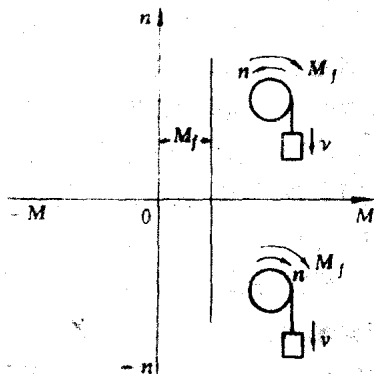

图 1-7 位转矩负载特性
2. 位转矩负载：这类负载所产生的转矩方向始终与运动方向无关，如起升机构的负载，无论上升( $n > 0$ )或下降( $n < 0$ )，转矩负载始终与负载产生的转矩方向一致(受重力作用)，其特性如图 1-7 所示。这类负载大多数和位(势)能有关，故称为位(势)转矩负载，作为动力时又称为动力负载其特性分布在第一和第四象限内。